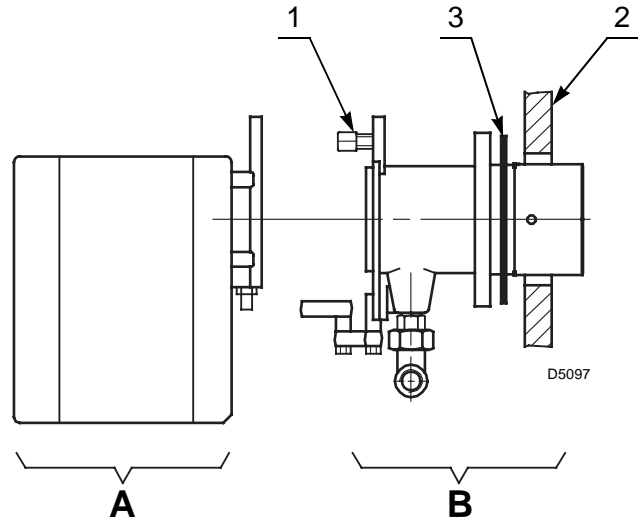

Fig. 9
- Separar el cabezal de combustión del resto del quemador quitando la tuerca 1) y extraer el grupo A)(Fig. 9).
- Fijar el grupo B)(Fig. 9) a la placa 2) de la caldera, interponiendo la junta aislante 3) suministrada en dotación.